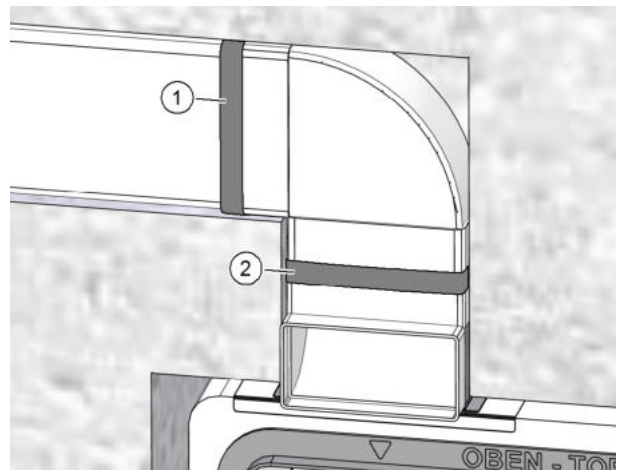

Abb. 19: Flachkanalverbindung mit Dichtband fixieren
- ▶ Setzen Sie einzelne Flachkanalelemente zu Teilstücken zusammen und dichten Sie jede Verbindungsstelle mit einer Lage Dichtband von 30 mm Breite ab (Pos. 1 in Abb. 19).
- ▶ Setzen Sie das erste Teilstück des Flachkanals in den 90°-Winkel am Mauerkasten ein und dichten Sie die Verbindungsstelle mit Dichtband ab (Pos. 2 in Abb. 19).